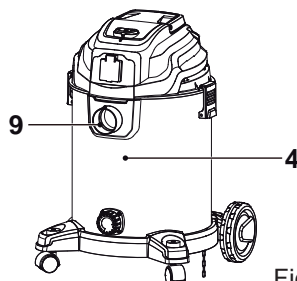

Fig. 24
> Al aspirar en húmedo, compruebe el nivel de agua del depósito periódicamente. El nivel de agua debe estar por debajo de la entrada de aire (9) (Fig. 24).